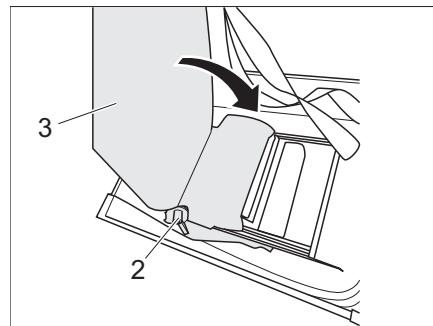

Fig. 226 Stivare lo schienale nel divanetto
- Azionare la leva 1 (Fig. 226,2) e ribaltare lo schienale (Fig. 226,3) verso l'interno.